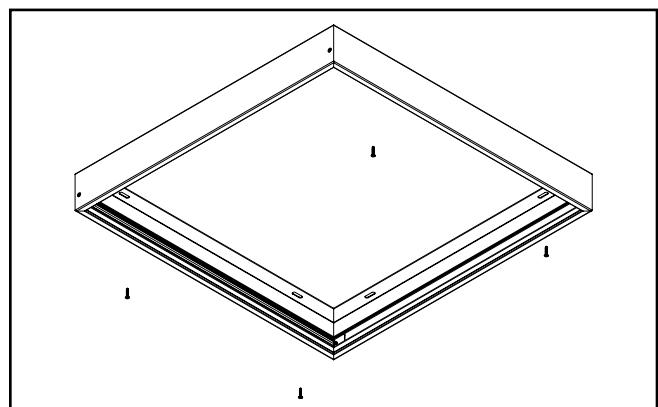

Figure 6.
- L'espace des trous de montage est de 40,6 cm (16 po), de centre à centre. (Figure 6.)